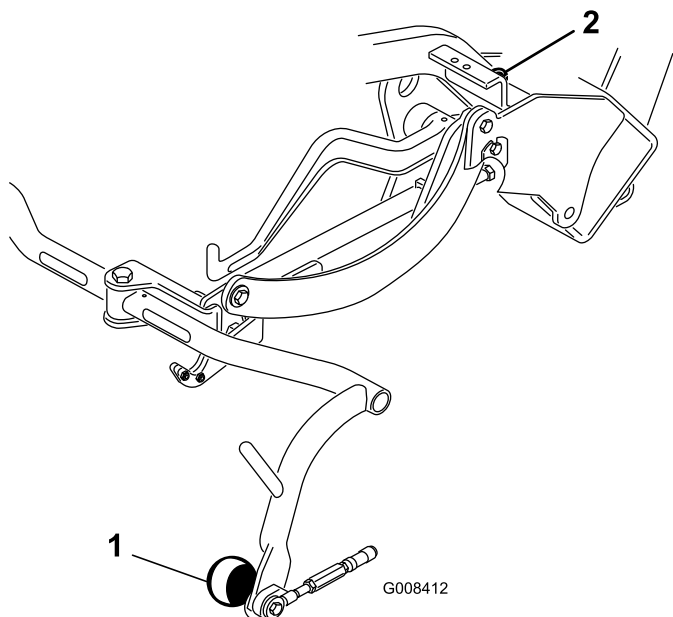

Figure 9
3. Si un réglage est nécessaire, desserrez l'écrou de blocage de la vis d'arrêt du bâti porteur (Figure 9) et tournez la vis dans un sens ou dans l'autre pour élever ou abaisser le bâti. Serrez l'écrou de blocage une fois le réglage effectué.